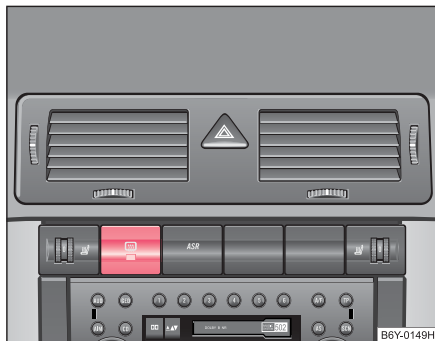

Fig. 37 Contacteur du chauffage de lunette AR
- Appuyez sur le contacteur  pour enclencher le chauffage de la lunette arrière ⇒ fig. 37.